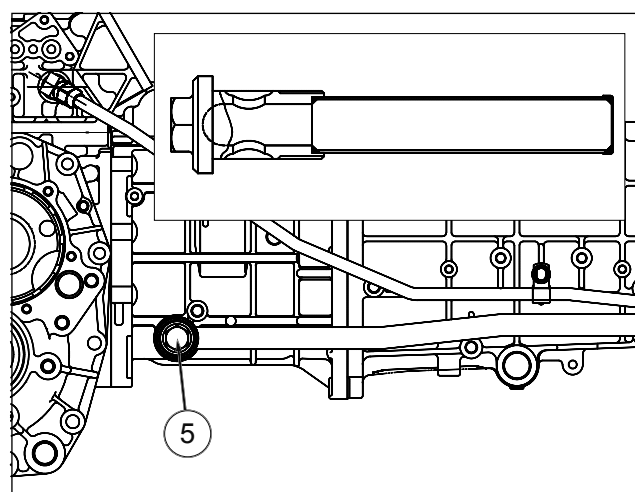

FIG. 96
FIG. 96 : Pour nettoyer le filtre à huile de transmission (aspiration) - nettoyez le filtre à huile de transmission lorsque toute l'huile a été vidangée. Dévissez le filtre (5) du tuyau d'aspiration. Nettoyez-le avec du dissolvant ou du pétrole, séchez-le bien et remettez-le en place. Si vous voyez qu'il est endommagé, remplacez-le par un nouveau. Vérifiez que les joints toriques ne sont pas endommagés.